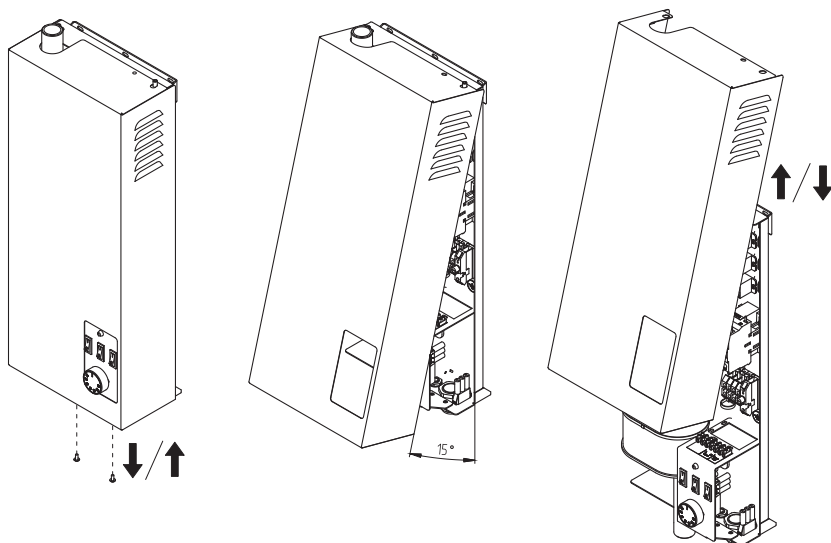

Рис. 17 Демонтаж кожуха
- Выдвинуть на себя нижнюю часть кожуха в соответствии с **Рис. 17**;
- Надеть кожух котла на зацепы в верхней части котла в соответствии с **Рис. 17**;